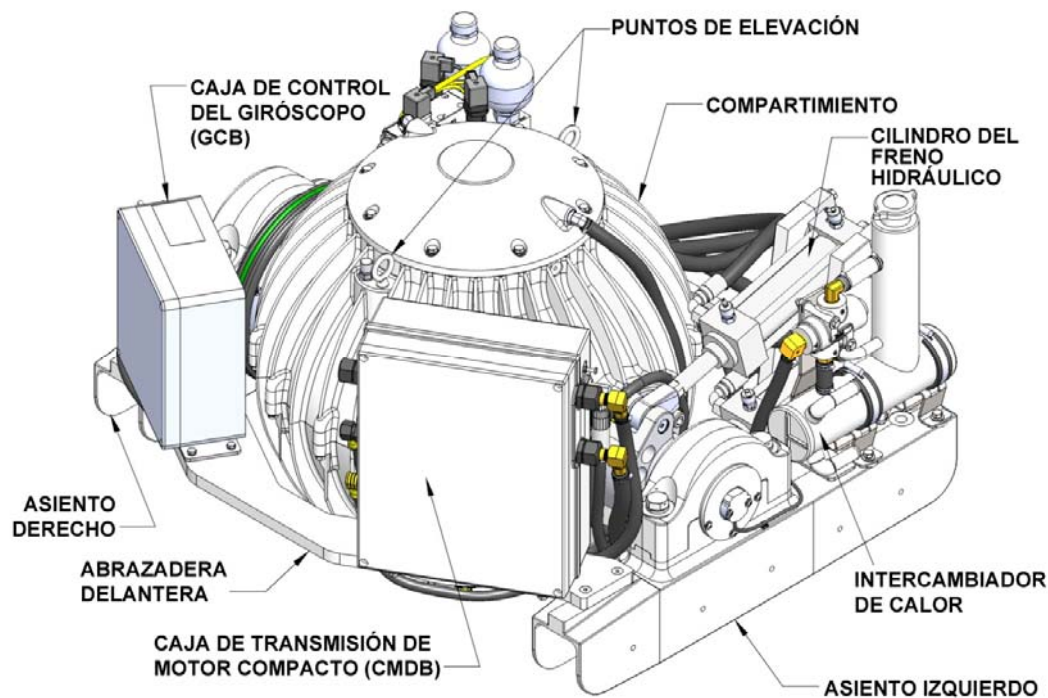

FIGURA 1 – GIRÓSCOPO MODELO 8000
- Mientras manipule/instale el giróscopo, proteja las varillas expuestas del cilindro de frenos hidráulicos (ver Figura 1) de rayones o daños, pues esto podría derivar en falla prematura del sello y fugas de aceite.
**NO retire la abrazadera delantera (ver Figura 1).**